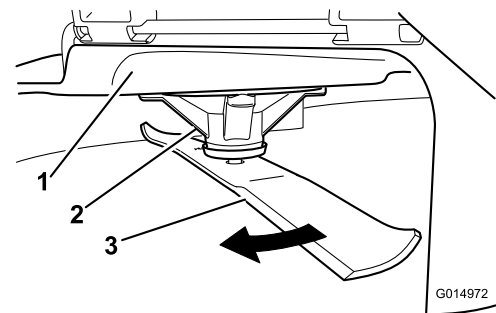

Figure 60
2. Enfilez des gants épais ou utilisez une autre protection adéquate pour les mains, et faites tourner la lame lentement jusqu'à une position permettant de mesurer la distance entre le tranchant et la surface plane sur laquelle se trouve la machine (Figure 60).